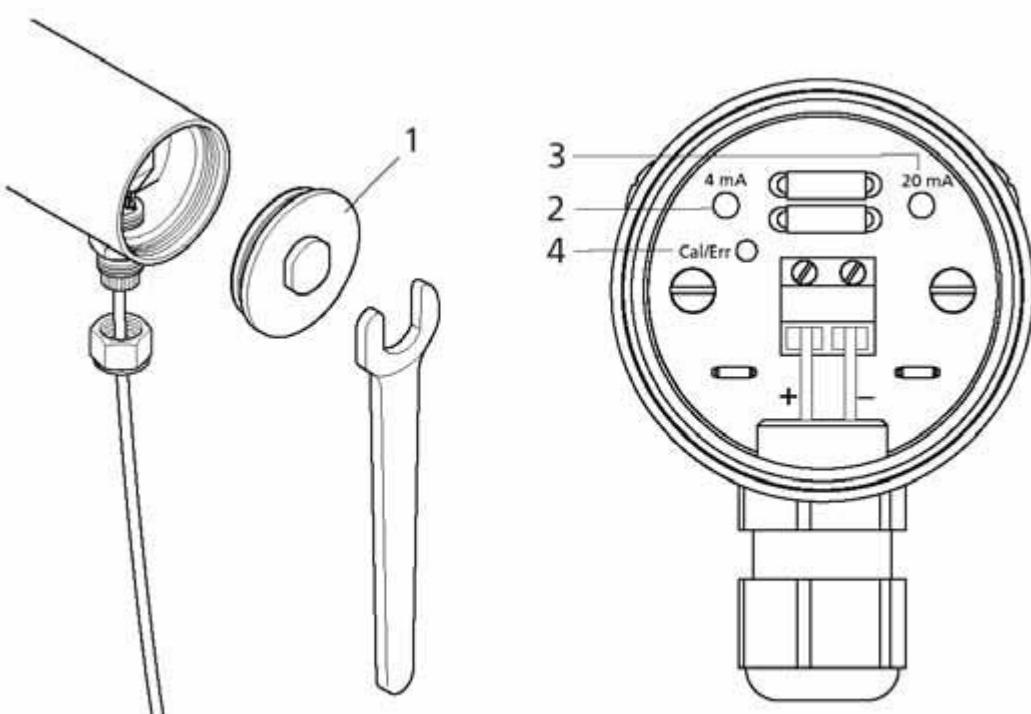

Abb. 6: Justage des Messwertgebers TORRIX
Для настройки диапазона измерения (смотри рис. 6):
- Поплавок передвиРис.6: Настройка датчика уровня типа FFG-T...EX